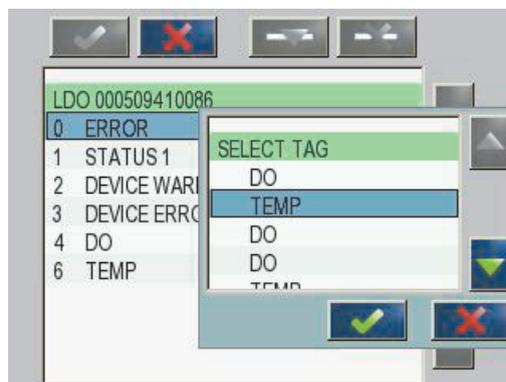

Figure 46 Menu de configuration Profibus/Modbus—Sélectionner la balise
- Dans la liste de l'appareil Télégramme, sélectionner une balise (par exemple Erreur ou Etat) et appuyer sur le bouton **AJOUTER**. La case de la balise cochée avec toutes les balises disponibles pour la sonde sont affichés (Figure 46).